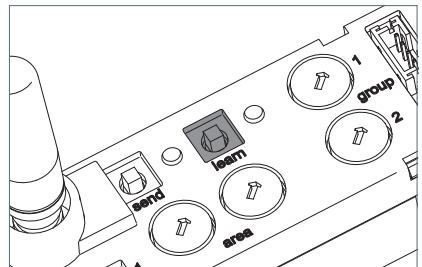

Fig. 20: Taste „learn“
- ▶ Drücken Sie die Taste „learn“ und halten Sie die Taste zehn bis 15 Sekunden gedrückt, bis die LED „learn“ langsam blinkt, siehe Fig. 20.